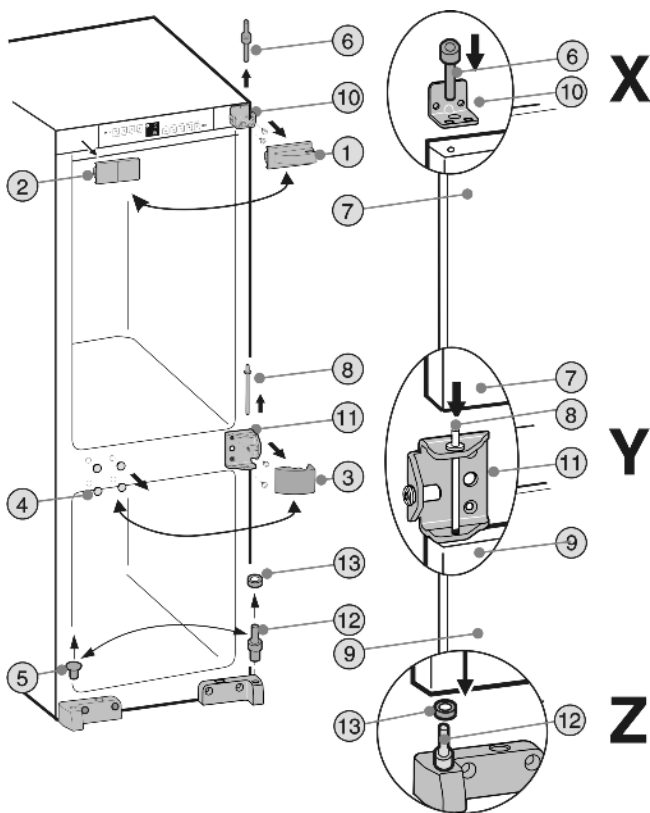

Fig. 3
- ▶ Levantar as peças de cobertura Fig. 3 (1,2,3,4,5).
- ▶ Desaparafusar o perno do apoio superior Fig. 3 (6) da porta do compartimento frigorífico Fig. 3 (7).
- ▶ Inclinar ligeiramente a porta do compartimento frigorífico Fig. 3 (7) para a frente e levantar a mesma.
- ▶ Remover o perno de apoio central Fig. 3 (8).
- ▶ Levantar a porta do compartimento congelador Fig. 3 (9).
- ▶ Desaparafusar o apoio superior Fig. 3 (10) e o apoio central Fig. 3 (11) e voltar a aparafusar no lado oposto com os mesmos parafusos (com um binário de aperto de 4 Nm).
- ▶ Transferir o perno do apoio inferior Fig. 3 (12) com anilha Fig. 3 (13).
- ▶ Colocar a parte inferior da porta do compartimento congelador sobre o perno do apoio Fig. 3 (12) e anilha Fig. 3 (13). **Pormenor Z**
- ▶ Introduzir o perno do apoio central Fig. 3 (8) através do apoio central Fig. 3 (11), no apoio da porta. **Pormenor Y**
- ▶ Colocar a porta do compartimento frigorífico sobre o perno do apoio central Fig. 3 (8). **Pormenor X**
- ▶ Colocar o perno do apoio superior Fig. 3 (6) através do orifício exterior do apoio Fig. 3 (10) no assento da porta do compartimento frigorífico Fig. 3 (7) e **aparafusar (com um binário de 4 Nm). Pormenor X**
- ▶ Voltar a montar as peças de cobertura Fig. 3 (1,2,3,4,5) do respectivo lado oposto, rodando as mesmas 180°.